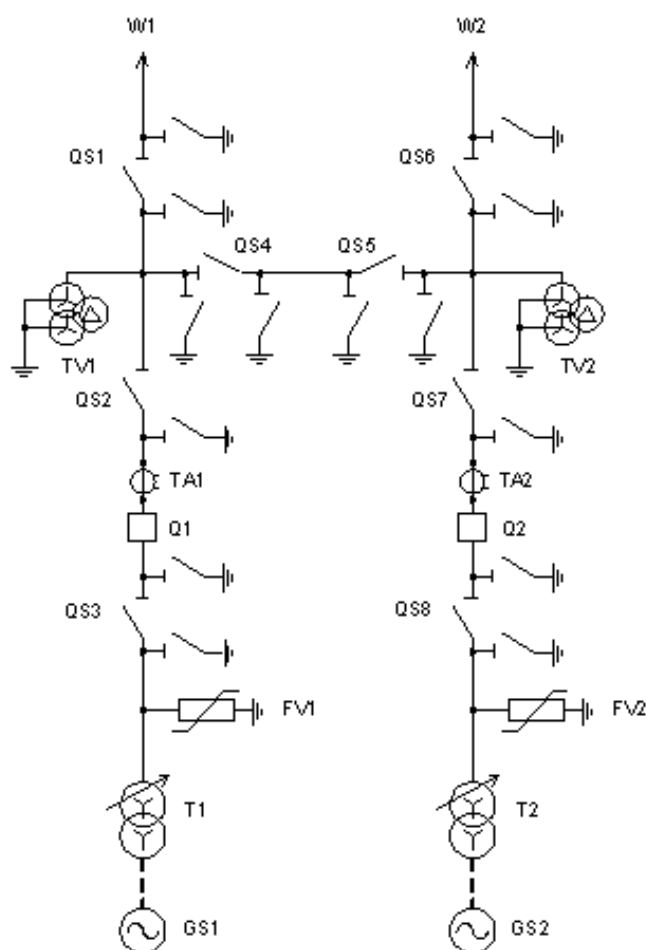

Рисунок 2.1 – Электрическая схема соединений РУ с двумя блоками с выключателями и неавтоматической переключкой со стороны линии
4. Соберите схему (рисунок 2.1)